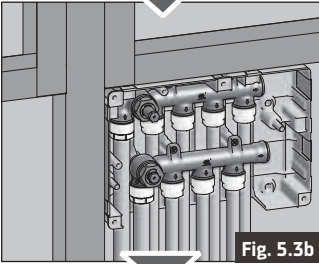

Fig. 5.3b
- Verricht de hydraulische aansluitingen (Fig. 5.3b):